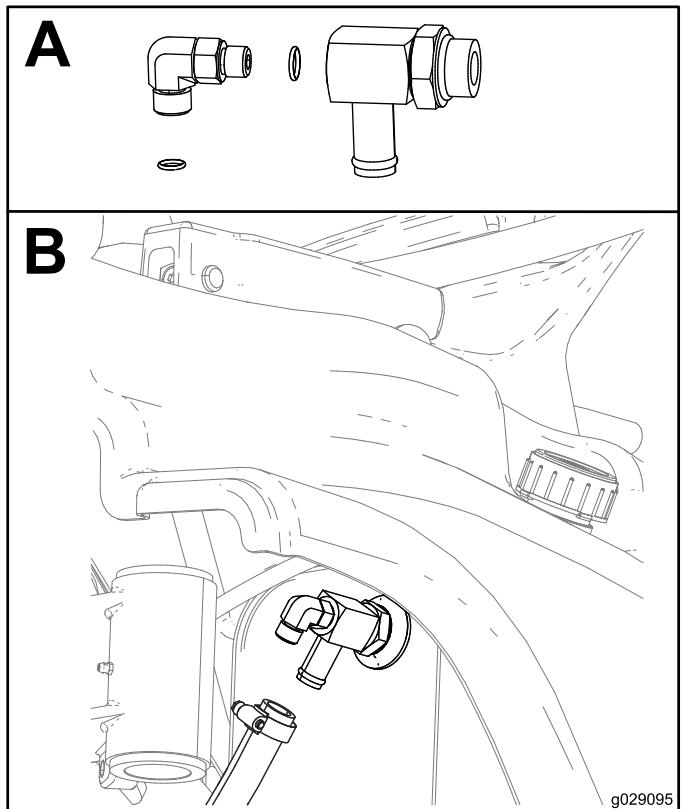

Figura 18
3. Montate il raccordo a 90° (3/8 x 3/8 poll., maschio) sul raccordo a 90° (3/8 poll. femmina x 3/8 poll. maschio x 3/4 poll., dentellato), come illustrato nella Casella A, Figura 18.
4. Rimuovete il raccordo a gomito attuale dalla parte posteriore del serbatoio idraulico sul lato destro della macchina e montate il raccordo a 90° e l'adattatore e collegate il flessibile come illustrato nella Casella B della Figura 18.